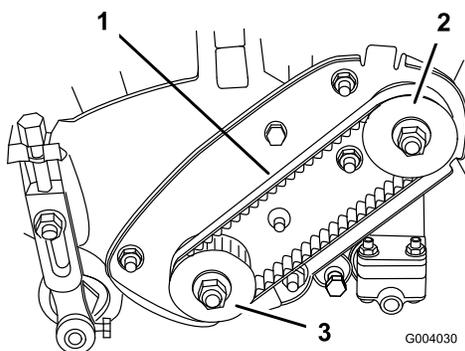

Bild 38
2. Prüfen Sie die Spannung des Riemen (Bild 38). Wenden Sie eine Kraft von $1,8 \pm 0,5$ kg in der Mitte der Scheiben an. Der Riemen muss sich 4,8 bis 7,9 mm durchbiegen lassen. Machen Sie bei einem falschen Durchbiegungswert mit dem nächsten Schritt weiter.